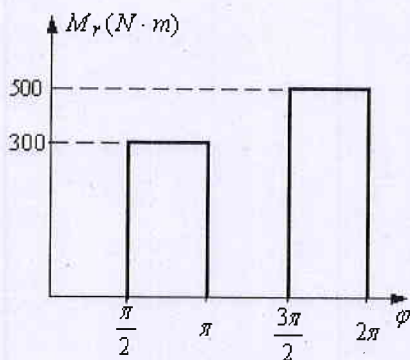

图 3 (题二、4 图)
- (1) 这对齿轮传动能否采用渐开线标准直齿圆柱齿轮传动？能否采用斜齿圆柱齿轮传动？为什么？(4 分)
- (2) 若采用渐开线直齿圆柱齿轮传动，应采用何种传动类型？并计算这对齿轮传动的啮合角  $\alpha'$ 、两齿轮的节圆直径  $d_1'$ 、 $d_2'$  和两齿轮的分度圆直径  $d_1$ 、 $d_2$ ；(8 分)
- (3) 若采用斜齿圆柱齿轮传动，计算这对齿轮传动的螺旋角  $\beta$ 、两齿轮的分度圆直径  $d_1$ 、 $d_2$ ，顶圆直径  $d_{a1}$ 、 $d_{a2}$  和根圆直径  $d_{f1}$ 、 $d_{f2}$ 。(8 分)
4. (20 分) 设有一由电动机驱动的机械系统, 以主轴为等效构件, 其运转周期为  $2\pi$ , 等效构件的最大及最小角速度分别为  $\omega_{\max} = 200\text{rad/s}$ 、 $\omega_{\min} = 180\text{rad/s}$ , 等效阻力矩  $M_r$  随主轴转角的变化曲线如图 3 所示, 等效驱动力矩  $M_d$  为常数。试求: